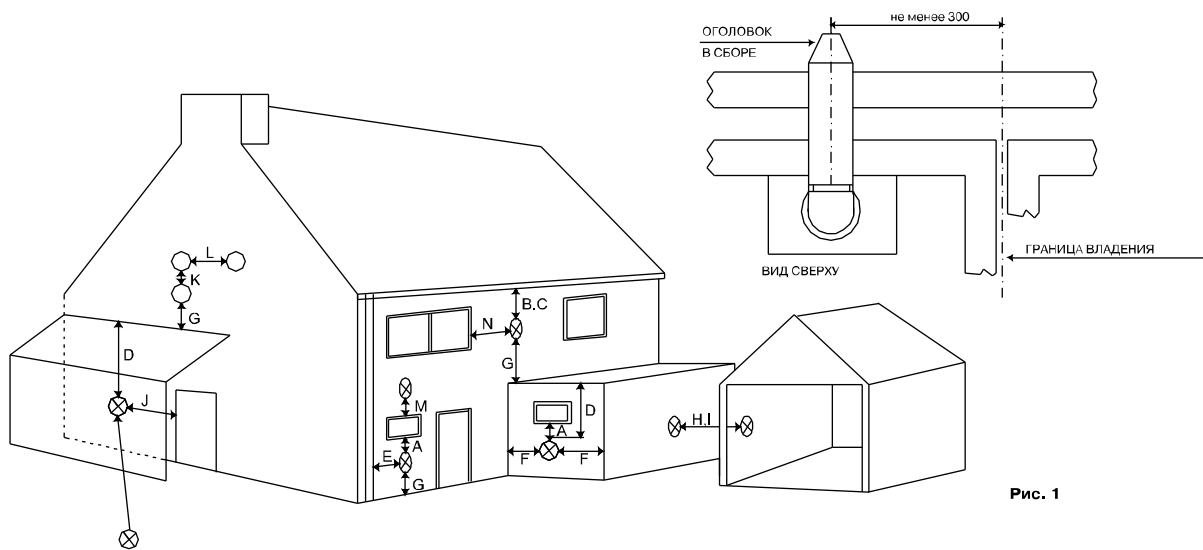

Рис. 1
**ВАЖНЕЙШИМ ТРЕБОВАНИЕМ** является соблюдение минимального допустимого расстояния от оголовка дымохода до препятствия, оконного проема или воздухозаборного отверстия (см. рис. 1 на стр. 7). **НЕОБХОДИМО ИСКЛЮЧИТЬ** попадание продуктов сгорания обратно в свое или соседнее здание через окна, двери, воздухозаборные отверстия и прочие источники естественного проникновения воздуха, а также с помощью приточных вентиляторов системы вентиляции или кондиционирования. Если такое проникновение все же произойдет, **НЕМЕДЛЕННО ОТКЛЮЧИТЕ КОТЕЛ** и сообщите в аварийную службу.